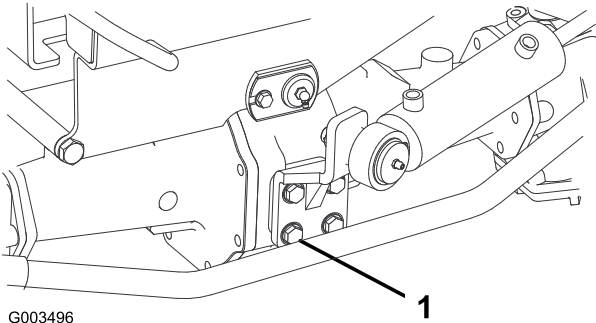

Bild 67
2. Ziehen Sie die vier Schrauben der Halterung des Lenkzylinders (Bild 67) auf 65-81 N·m an.